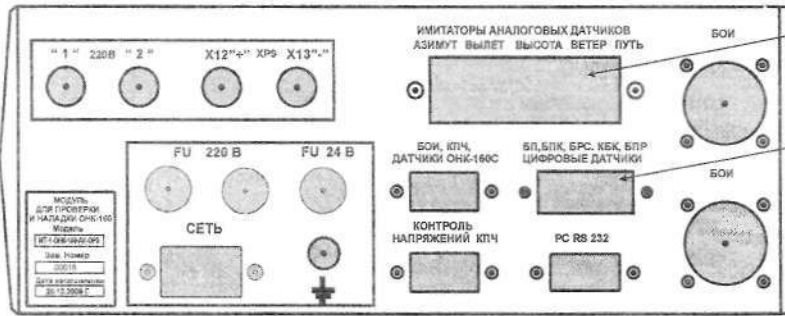

Рис. 2.4. Подключение КБК
6.1.4. Контроллер башенного крана КБК. . Подключить КБК к модулю согласно рис.2.4., используя кабели с маркировкой «**азимут**», «**высота**», «**путь**» и «**БП.БПК.КБК.БПР.ДУГМЦ**» Подключить компьютер, используя кабель «**PC порт COM**» или «**PC порт USB**». Установить тумблер «**Упит.датчиков**». В положение «**24 В**». Включить модуль, установив тумблер «**сеть**» в положение «**вкл**». Включить компьютер. Далее действовать по инструкции ЛГФИ.484461.005 И1